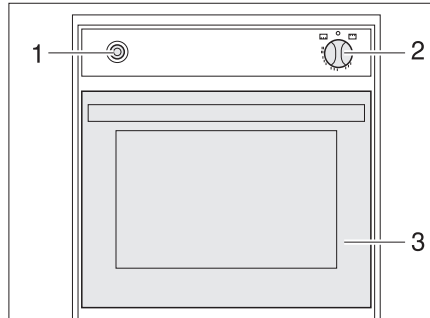

Bild 135 Gasbackofen
- Backofenklappe (Bild 135,3) ganz öffnen.
- Drehregler (Bild 135,2) leicht drücken und auf "🔥" (Backofen) stellen.
- Drehregler (Bild 135,2) drücken und 5 bis 10 Sekunden lang gedrückt halten. Es strömt Gas zum Brenner.
- Zündschalter (Bild 135,1) so oft drücken, bis die Flamme brennt.
- Drehregler (Bild 135,2) auf "0" drehen. Die Flamme erlischt.